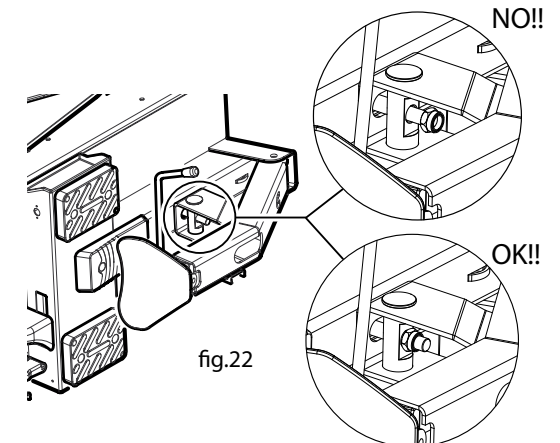
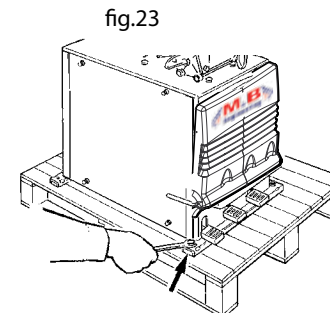

fig.22
fig.23
**WARNING:** when installing the machine make sure that the nut is correctly fastened in the bead breaking cylinder rod as shown in the figure 22, an incorrect mounting compromises the functioning and represents a danger for the operator.
Pendant l'installation de la machine s'assurer que l'écrou soit vissé correctement dans la tige du cylindre détalonneur comme indique la figure 22. Un montage incorrect préjuge le fonctionnement et représente un danger pour l'opérateur.
Bei der Installation der Maschine sicherstellen, dass die Mutter richtig im Abdrückzylinderschaft eingeschraubt ist, wie in der Abb. 22. Eine unrichtige Montage beeinträchtigt den Betrieb und bringt den Bediener in Gefahr (Abb. 23).
durante la instalación de la maquina, asegurarse de que la tuerca esté correctamente atornillada al vástago del cilindro destalonador como se indica en la figura 22. Un montaje incorrecto es perjudicial para el funcionamiento y representa un peligro para el operador (Fig.23).
- Svitare i 2 dadi che fissano la macchina al pallet (fig.23).
- Unscrew the two bolts that fix the machine to the pallet (fig.23).
- Dévisser les 2 écrous qui fixent la machine à la palette (fig.23).
- Die zwei Muttern abschrauben, mit denen das Gerät auf der Holzpalette festgemacht ist (Abb. 23).
- Destornille las 2 tuercas que fijan la máquina sobre el palet (fig. 23).